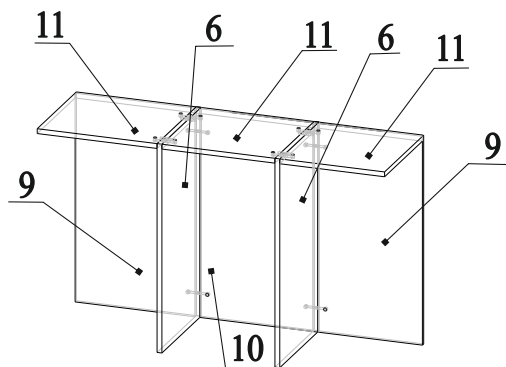

Рис.13
23. Соединить детали 6, 9, 10 и 11, затянуть эксцентрики по часовой стрелки до упора (рис.13);